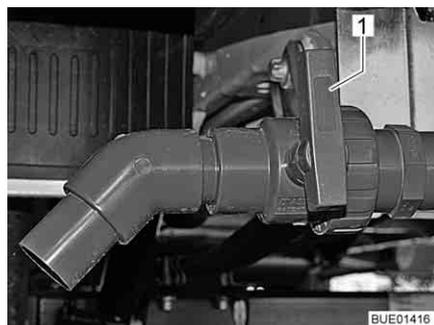

Fig. 228 Robinet de vidange
- Tourner la poignée (Fig. 228,1) du robinet de vidange dans le sens de l'écoulement.